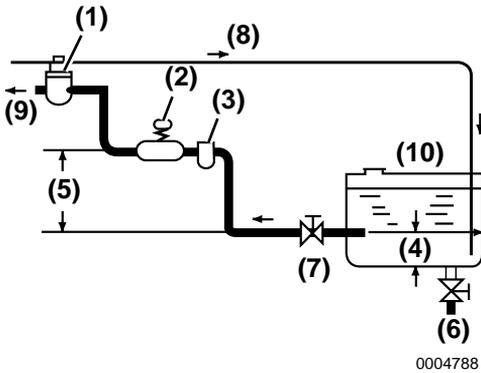

Figure 2
La sortie de carburant doit se trouver à 20 - 30 mm (0,75 à 1,125 po) au-dessus du fond du réservoir (**Figure 2, (4)**) pour que seul du carburant propre soit distribué au moteur.
Installez le conduit de carburant entre le réservoir de carburant et la pompe d'injection du carburant, tel qu'illustré sur la **Figure 2**. Le séparateur carburant/eau recommandé (**Figure 2, (3)**) (en option) est installé sur le tronçon central de ce conduit.